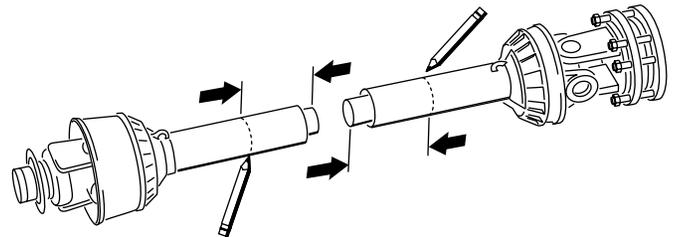
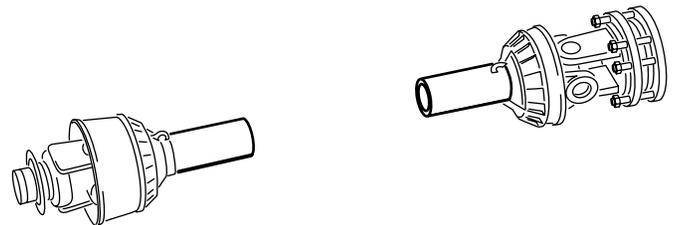

図 18
図 19
13. 手順 8 で決定した寸法位置を、各 PTO シャフトのシールド上で測り、マーキングしてシールドを切り落とす図 18と図 19。